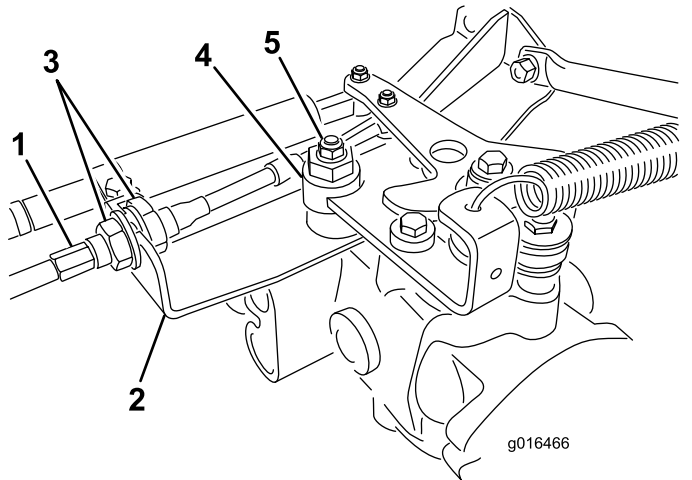

Figura 46
A. Liberte as porcas de bloqueio que fixam o cabo de controlo de tração ao anteparo do hidróstato (Figura 46). Certifique-se de que as porcas de bloqueio se encontram soltas de forma idêntica e o suficiente, de modo a permitir a operação de ajuste.
Nota: Liberte a porca que fixa o disco excêntrico ao cima do hidróstato (Figura 46).
- E. Quando a roda deixar de rodar, aperte a porca, bloqueando deste modo o disco excêntrico e fixando a posição de ajuste (Figura 46).
- G. Aperte uniformemente as porcas que se encontram em cada um dos lados do anteparo, fixando deste modo o cabo de tração ao anteparo (Figura 46). Não rode o cabo.